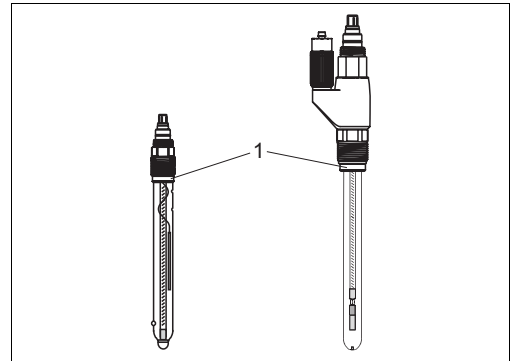

Fig. 20 : Montage du capteur
Assurez-vous que le corps du capteur est équipé d'un joint torique (fig. 20, pos. 1) et d'une bague de serrage (pos. 2).